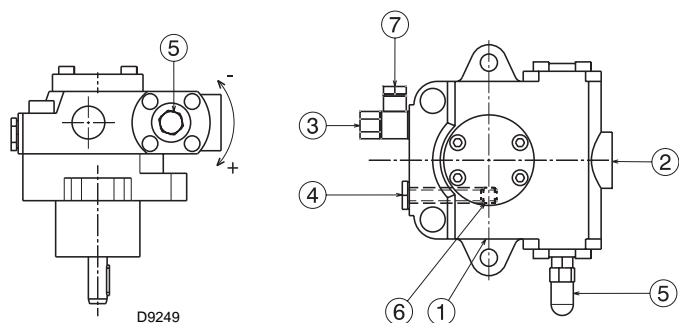

图 23
油泵配有旁路系统可以连接进油管和回油管。油泵安装在燃烧器上时，旁路系统被螺栓 6) (图 23) 堵塞，因此需要连接两根软管到油泵上。如回油管关闭且旁路系统螺栓为插入状态，运行油泵将导致油泵立即损坏。拆下油泵入口及回油口的堵头。将所附的密封垫加入到连接管连接到油泵并拧紧。注意安装软管时不要拉伸或扭曲软管。软管应安装在不易被绊倒的位置，不能接触到锅炉的高温表面，不能影响到燃烧器检修时的打开。现在使用随附螺扣将软管的另一端与进油和回油管路相连。
- 启动自吸功能时，松开油泵上的螺丝 4) (图 23) 排出进油管路中的空气。
图示 (图 23)
如果油泵无油，在启动前可通过真空计 4) (图 23) 上的开口向油泵注油；否则，油泵会损坏。
- 要调整油泵压力，需调节相关螺丝 5) (图 23)